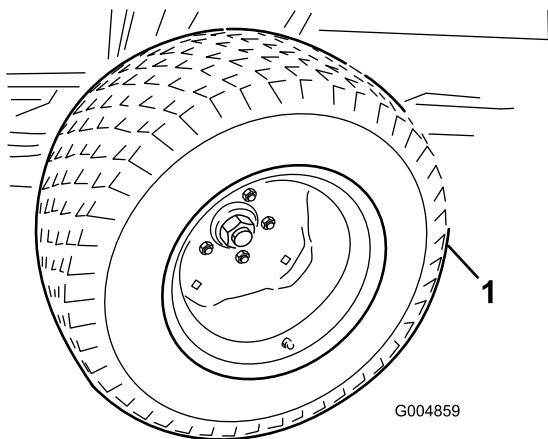

Figure 113
23. Placez le cadre d'hiver contre le cadre arrière et élevez le cric d'atelier autant que nécessaire pour déposer les roues d'été (Figure 113). Montez les roues d'hiver avec 2 écrous de roue par côté.